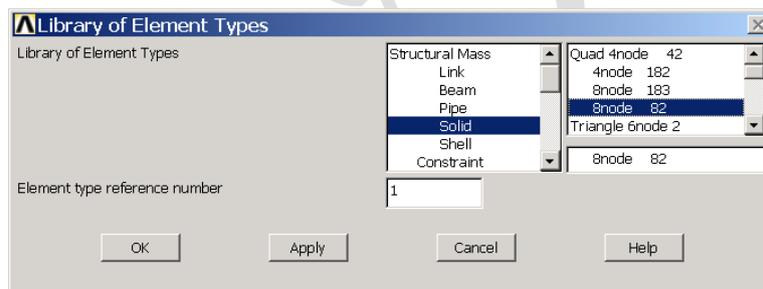

图1.23 【Library of Element Types】对话框
(2) 单击【Element Types】对话框中的【Add】按钮，接着弹出如图 1.23 所示的【Library of Element Types】对话框。
(3) 选择左边输入框中的【Solid】，然后选择右边输入框中的【8node 82】，单击【OK】确认。
(2) 按图 1.23 所示填写相应数据,【Width】中输入【200】,【Height】中输入【100】,并单击【OK】按钮。这样将绘制一个左下角点位于坐标原点,右上角点位于 200, 100, 0 的矩形。